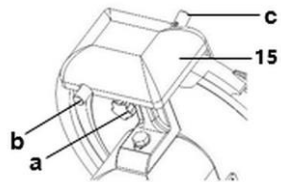

Abb. 10
7. Halten Sie den Druckknopf (b, Abb. 10) für den groben Schleifstein an der Rückseite vom Messerschärfer (1) gedrückt und lassen Sie das Gerät für ca. 60 Sekunden laufen, so dass sich auf dem Schneidemesser ein Grat bildet.